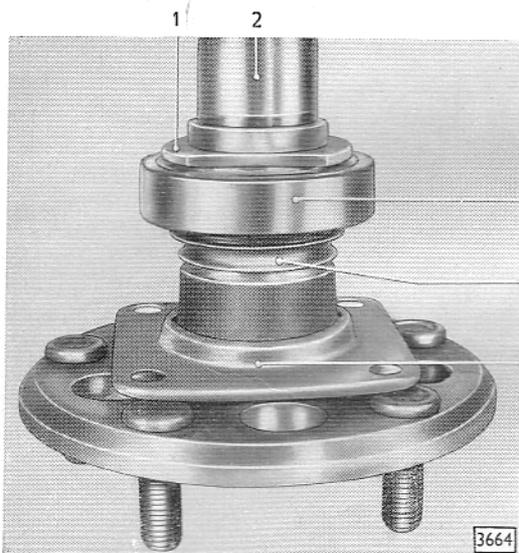
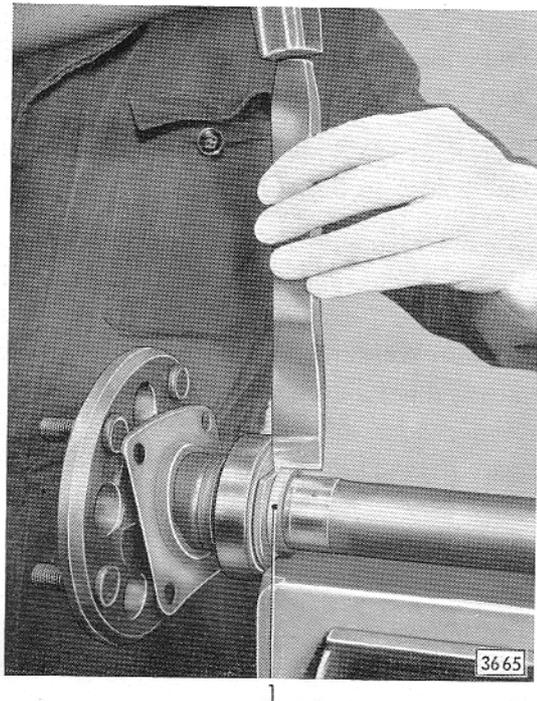

Bild 17 - Bund des Halteringes segmentartig abgesägt
Bild 18 - Haltering mit Meißel aufspreizen
1. Zum Lösen des Halteringes (16/3) für Kugellager von der Hinterachswelle einen Teil des Bundes am Haltering segmentartig mit einer Eisensäge absägen (Bild 17). Anschließend Haltering in der Mitte der abgesägten Stelle mit einem Meißel aufspreizen (Bild 18) und von Hinterachswelle abziehen.